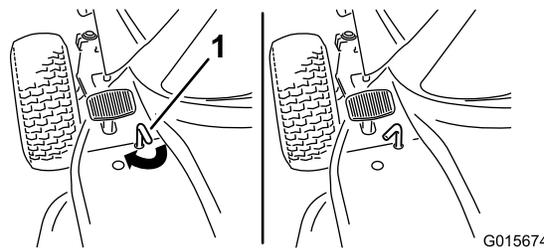

Figura 6
- Per macchina con freno di stazionamento a maniglia: Girate in senso orario la maniglia del freno di stazionamento (Figura 6) ed alzate lentamente il piede dal pedale del freno.